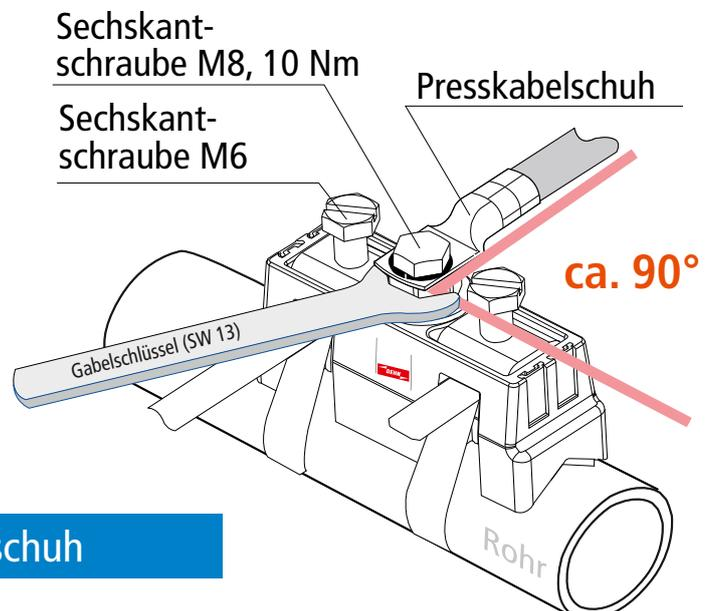

Fig. 1.4 Anschluss Presskabelschuh
- Beim Anschließen der Leiter (über Presskabelschuh) an die Ex-BRS 27 mittels der Schraube M8, ist ein Gegenhalten des Kontaktbolzens mit einem Gabelschlüssel (SW 13) erforderlich (Anzugsdrehmoment 10 Nm). Dabei muss sichergestellt sein, dass die Anschlussleitung inkl. Presskabelschuh **nicht** die Spanneinheit (Sechskantschraube M6, Spannkopf und Spannband) oder das Rohr berührt (siehe Fig. 1.4).